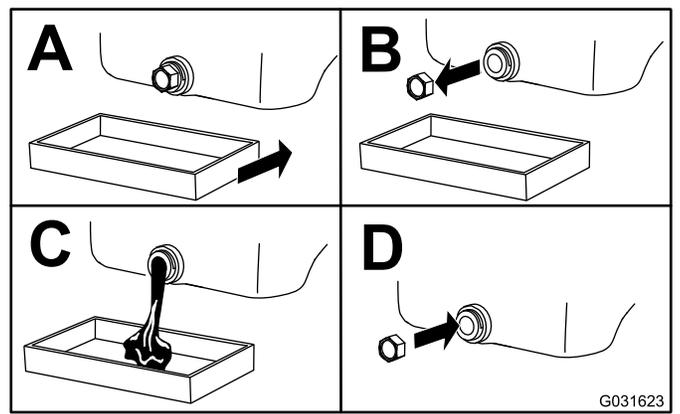

Figura 41
5. Cambie el aceite del motor, según se muestra en la Figura 41.